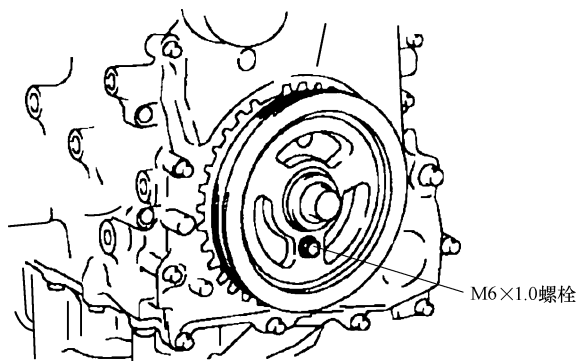

图 25-40 用螺栓把曲轴带轮安装到发动机前盖上
- 1) 按照图 25-40 所示, 用螺栓把曲轴带轮安装到发动机前盖上。